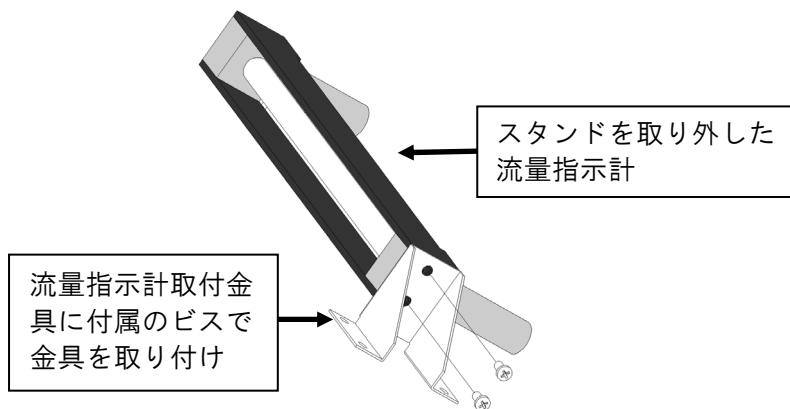

図2
- ② 本製品に付属しているビス (M4×6) を利用して、スタンドを取り外した流量指示計に流量指示計取付金具を取り付けます。(図2)